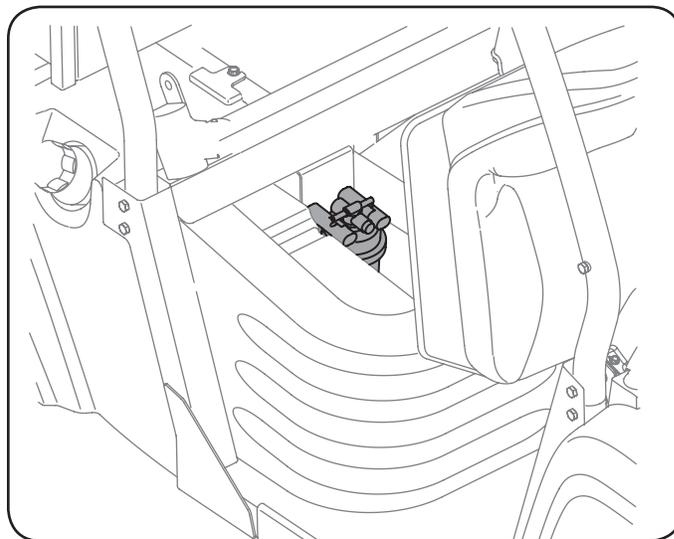

Figure 5-3
Vidangez l'eau du filtre à carburant avant chaque utilisation. Le filtre est situé sous le siège du passager. Voir Figure 5-3.
4. Accédez au bouchon de vidange par la fente sous le véhicule. Retirez le bouchon. Voir Figure 5-3.